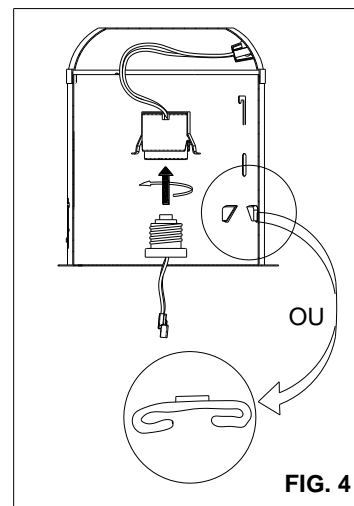

FIG. 4
- Inserte el ADAPTADOR DEL PORTALÁMPARAS en el PORTALÁMPARAS. **(FIG. 4)**
1. Enchufe el CONECTOR HEMBRA del ADAPTADOR DECORATIVO en el CONECTOR MACHO de la CAJA HALO. **(FIG. 4)**
2. Vissez le SUPPORT ADAPTATEUR dans la DOUILLE. (FIG. 4)